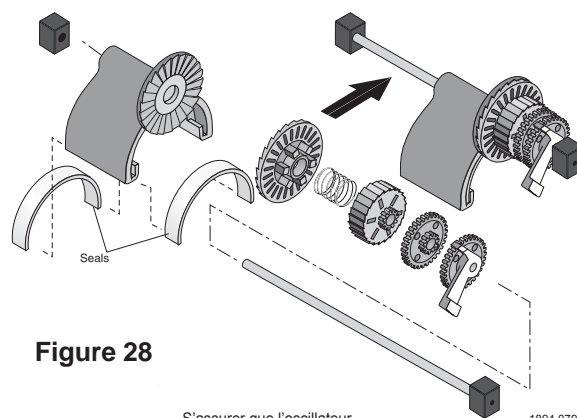

Figure 28
2. Poser l'oscillateur sur l'arbre long à pignons. Poser le pignon à cliquet sur l'arbre de façon à ce que sa denture s'engrène avec le cliquet de l'oscillateur. Reposer le ressort, le tambour à cliquet, les pignons (le plus grand en premier) puis la came (le côté pignons en premier) sur l'arbre (Figure 28). Pendant qu'on les installe, immobiliser les pignons sur l'arbre, puis comprimer le ressort de l'embrayage de façon à permettre à l'ensemble de glisser en place entre les axes (Figure 28).